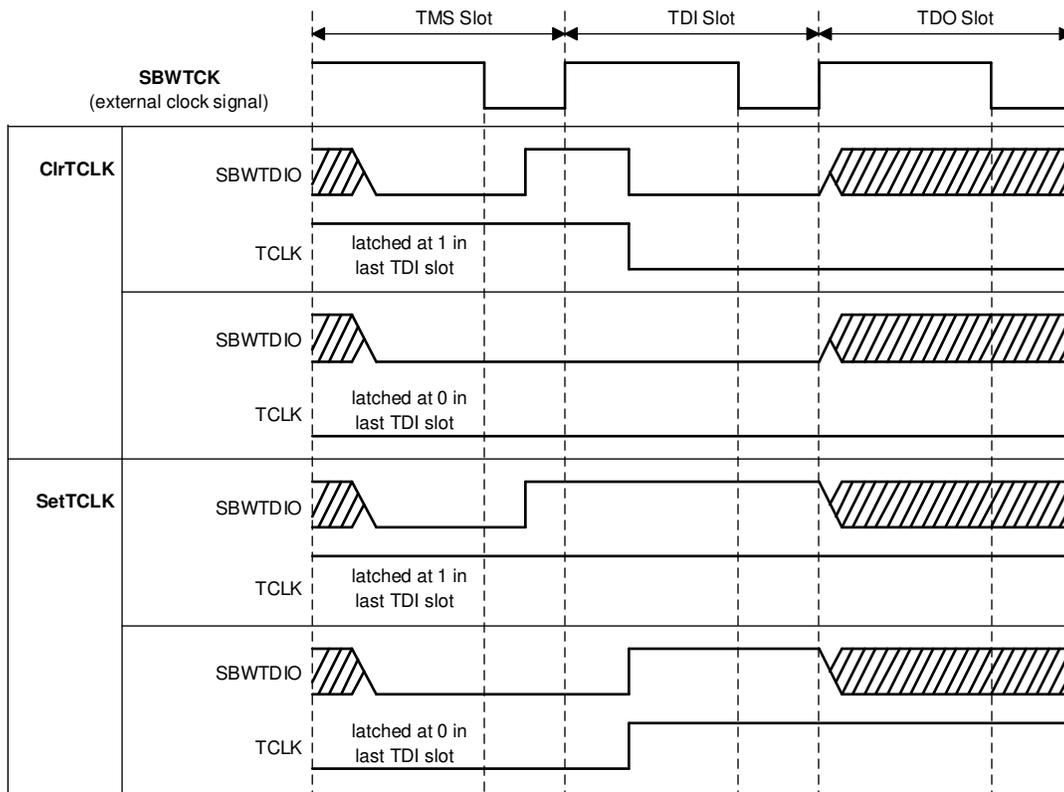

图 2-11. 运行-测试/闲置期间的 TDI 和 TCLK 同步
这个宏将 TCLK 输入时钟 ( 在 TDI 信号输入上提供 ) 置为高电平。在这个宏被执行时，TCK 和 TMS 必须保持它们之前最后的值 ( SBW 特定强制条件请参阅节 2.2.3.5.1 和图 2-11 )。
这个宏将 TCLK 输入时钟复位为低电平。在这个宏被执行时，TCK 和 TMS 必须保持它们之前最后的值 ( SBW 特定强制条件请参阅节 2.2.3.5.1 和图 2-11 )。
- 在 2 线制接口的 TDI\_SLOT 期间，如果 JTAG TAP 控制器处于运行-测试/闲置状态，SBWTDIO 可被用作 TCLK 输入。为此，TDI 输出必须如图 2-11 显示的那样与其输入同步。同步逻辑只有在运行-测试/闲置状态时有效。
图 2-11 显示了处理 SBW 模式中的 TCLK。有关软件实现情况，请参阅 MSP430 Replicator 工程 (slau320.zip) 中的参考函数 SetTCLK\_sbw 和 ClrTCLK\_sbw。提供的针对 MSP430Xv2 架构的代码示例使用预处理器定义来实现更佳的分层式软件架构。上部软件层可以只参考 SetTCLK 和 ClrTCLK 符号，而针对 4 线制 JTAG 的实际执行符号为 SetTCLK\_4wire 和 ClrTCLK\_4wire，针对 Spy-Bi-Wire (SBW) 的实际执行符号为 SetTCLK\_sbw 和 ClrTCLK\_sbw。